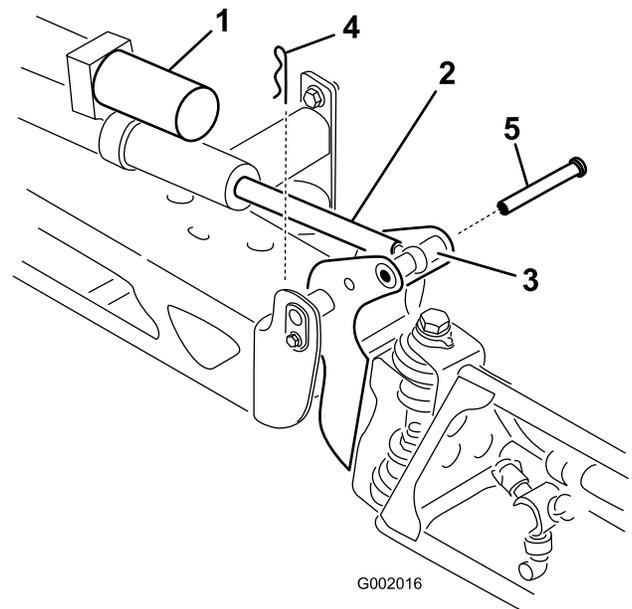

Bild 50
2. Nehmen Sie den Splint vom Gelenkstift ab (Bild 50).
3. Heben Sie den Ausleger an und nehmen Sie den Stift ab (Bild 50). Senken Sie den Ausleger langsam auf den Anschlag ab.
Ausleger fest und stecken Sie den Stift durch das Scharnier des Auslegers und die Aktuatorstange (Bild 50).